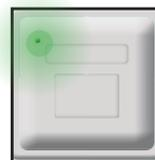

Fig. 145
2. Il lampeggio del led presente sulla testa degli attuatori sia di colore Verde (un lampeggio per il 1° attuttore, due per il 2° e così via). Il colore verde identifica il corretto collegamento. (Fig. 145)